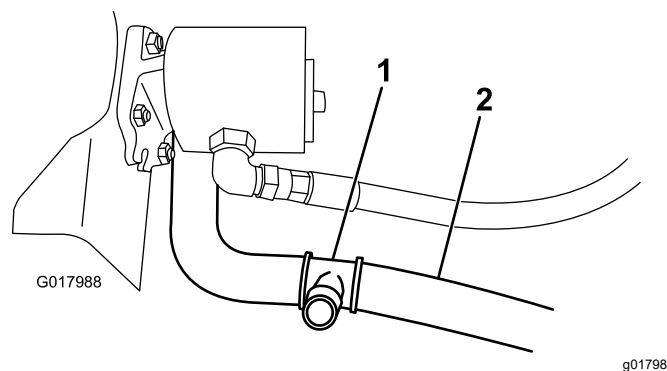

Figura 17
2. Corte o tubo inferior do radiador a aproximadamente 89 mm da linha central do tubo na curva de 90° (Figura 17).
3. Ligue o encaixe em T a cada uma das novas extremidades cortadas do tubo inferior do radiador com 2 braçadeiras de tubos largas (Figura 17).